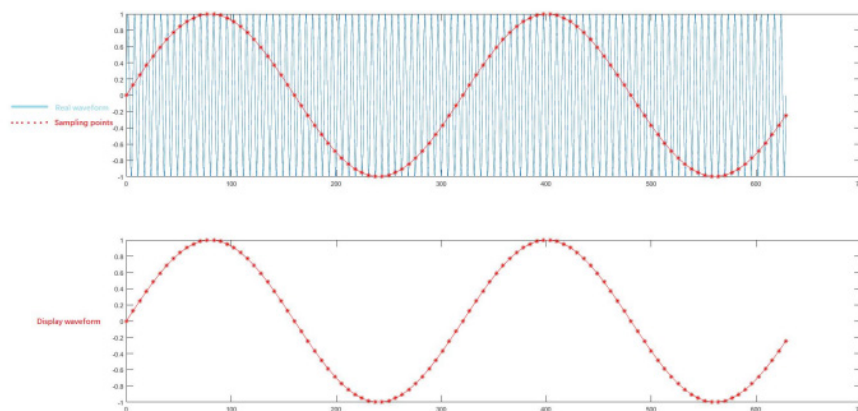

Рис. 10-2. Пример эффекта алиасинга: ложное снижение частоты
- b) Смешение частот (Wave Mixing): Если частота выборки в 2 раза меньше, чем фактическая частота сигнала (частота Найквиста), частота восстановленного сигнала будет меньше реальной частоты сигнала. (См. рисунок 10-2)